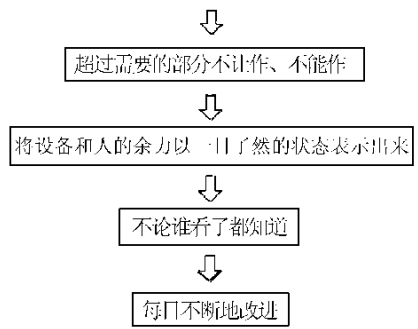

图 2.3 按“三及时”组织生产图
3) 按“三及时”进行生产→把需要的东西，在需要的时间，按需要的量进行生产，如图 2.3 所示。